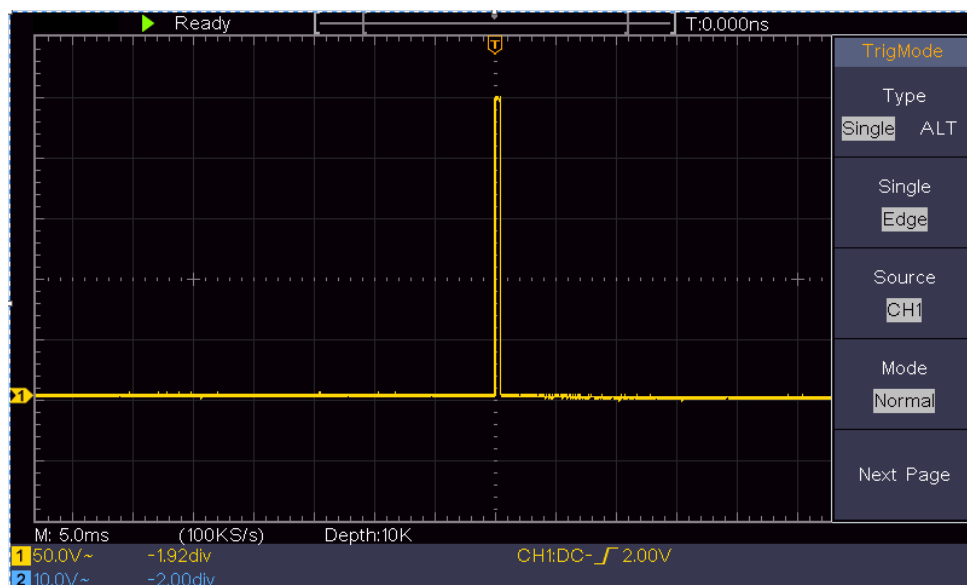

Figure 5-3 Capture d'un seul signal
- (2) Réglez les boutons d'échelle **verticale** et d'échelle **horizontale** pour définir des plages verticales et horizontales appropriées pour le signal à observer.
- (3) Appuyez sur le bouton **Acquérir** pour afficher le menu de droite.
- (4) Dans le menu de droite, sélectionnez **Acqu Mode** as **Peak Detect**.
- (5) Appuyez sur le bouton **Trigger Menu** pour afficher le menu de droite.
- (6) Dans le menu de droite, sélectionnez **Type** comme **Simple**.
- (7) Dans le menu de droite, sélectionnez **Single** as **Edge**.
- (8) Dans le menu de droite, sélectionnez **Source** comme **CH1**.
- (9) Dans le menu de droite, appuyez sur **Page suivante**, sélectionnez **Couplage** comme **DC**.
- (10) Dans le menu de droite, sélectionnez **Pente** comme ( croissante).
- (11) Tournez le bouton **Trigger Level** et réglez le niveau de **déclenchement** à environ 50 % du signal à mesurer.
- (12) Vérifiez l'indicateur d'état de déclenchement en haut de l'écran, s'il n'est pas prêt, appuyez sur le bouton **Run/Stop** et commencez l'acquisition, attendez que le déclenchement se produise. Si un signal atteint le niveau de déclenchement défini, un échantillonnage sera effectué et ensuite affiché à l'écran. En utilisant cette approche, une impulsion aléatoire peut être capturée facilement. Par exemple, si nous voulons trouver une bavure de grande amplitude, réglez le niveau de déclenchement à une valeur légèrement supérieure au niveau moyen du signal, appuyez sur le bouton **Run/Stop** et attendez le déclenchement. Lorsqu'une bavure se produit, l'instrument se déclenche automatiquement et enregistre la forme d'onde pendant la période entourant le moment du déclenchement. En tournant le bouton de **position horizontale** dans la zone de commande horizontale du panneau, vous pouvez modifier la position de déclenchement horizontale pour obtenir un retard négatif, ce qui permet d'observer facilement la forme d'onde avant que la bavure ne se produise (cf. *Figure 5-3*).